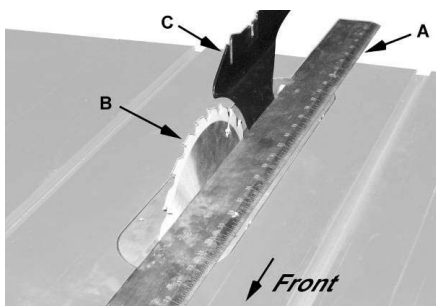

Рис. 13
2. Поместите линейку (см. рис. 13) на столе, так чтобы край упирался в пильный диск (В, рис 13) и расклинивающий нож (С, рис. 13). Поверните пильный диск так, чтобы верхняя часть зуба пильного диска касалась линейки.